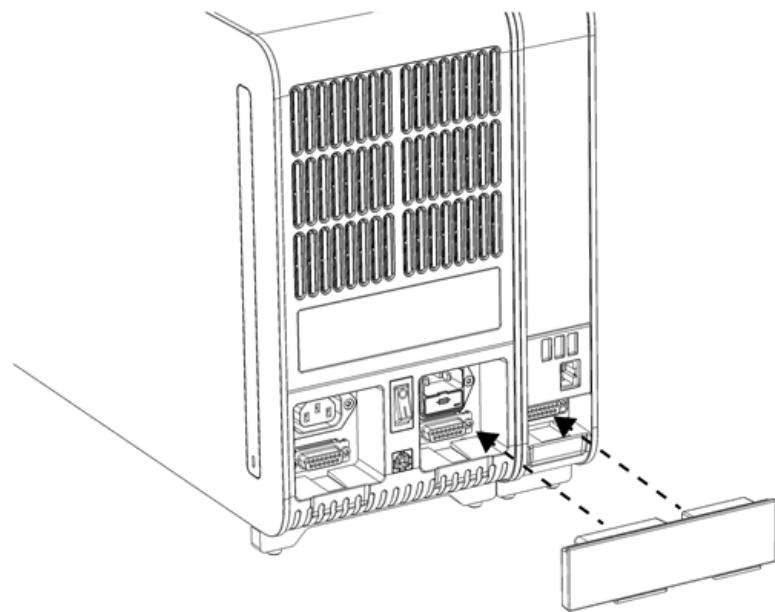

Figura 8. Collegamento del ponte moduli analitico/operativo.
5. Collegare il ponte moduli analitico/operativo sul retro del QIAstat-Dx Analyzer 2.0 per collegare tra loro i moduli operativo e analitico (Figura 8).